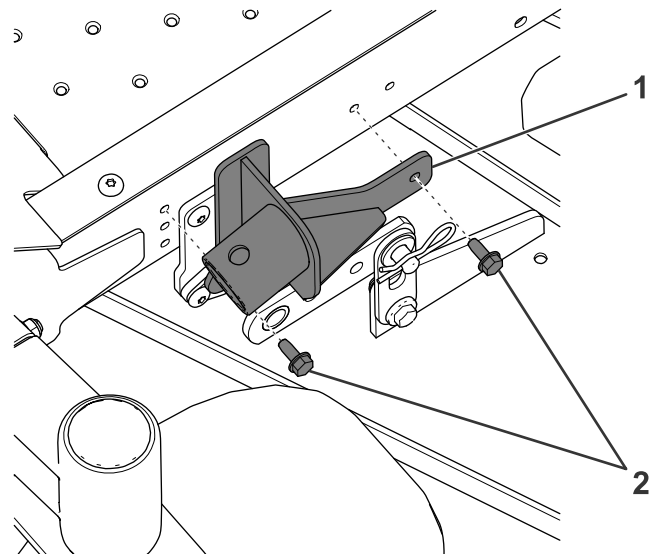

Bild 1
3. Bringen Sie die Wagenheberbefestigung mit zwei Blechschrauben am Rahmen an der linken Seite der Maschine an (**Bild 1**).